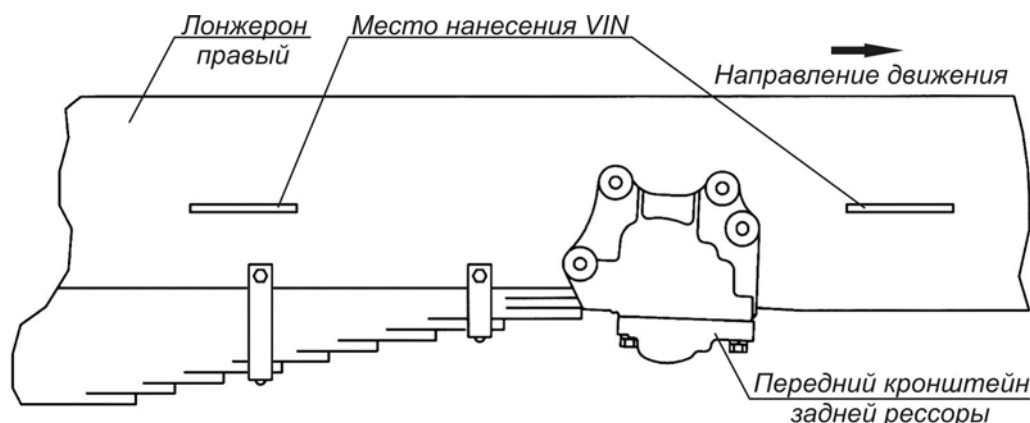

Рис. 1.1. Место нанесения VIN автомобилей и автомобильных шасси
**1.1. Идентификационный номер ТС (VIN)** на автомобилях и автомобильных шасси нанесён на правом лонжероне рамы перед передним кронштейном задней рессоры или между кронштейнами задней рессоры (см. рис. 1.1).